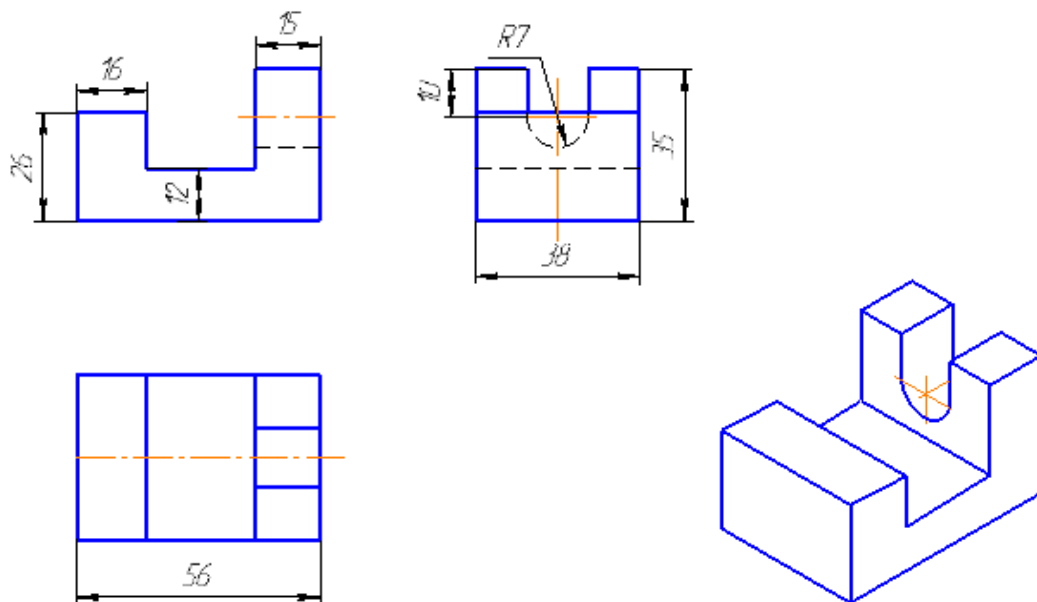

Рисунок 18 - Комплексный чертеж модели
4. Удалить лишние элементы и обвести чертеж, рисунок 18.